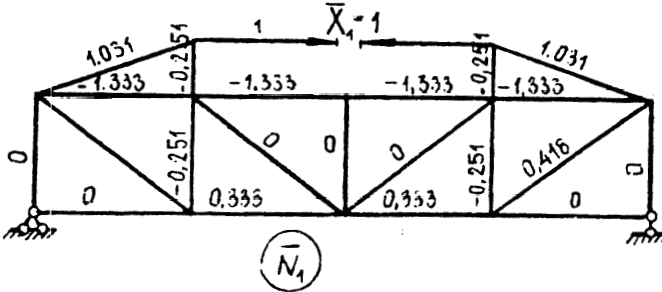

Рис.29
4. Выполняем расчет основной системы на действие лишнего неизвестного  $\bar{X}_1 = I$  (рис.29).